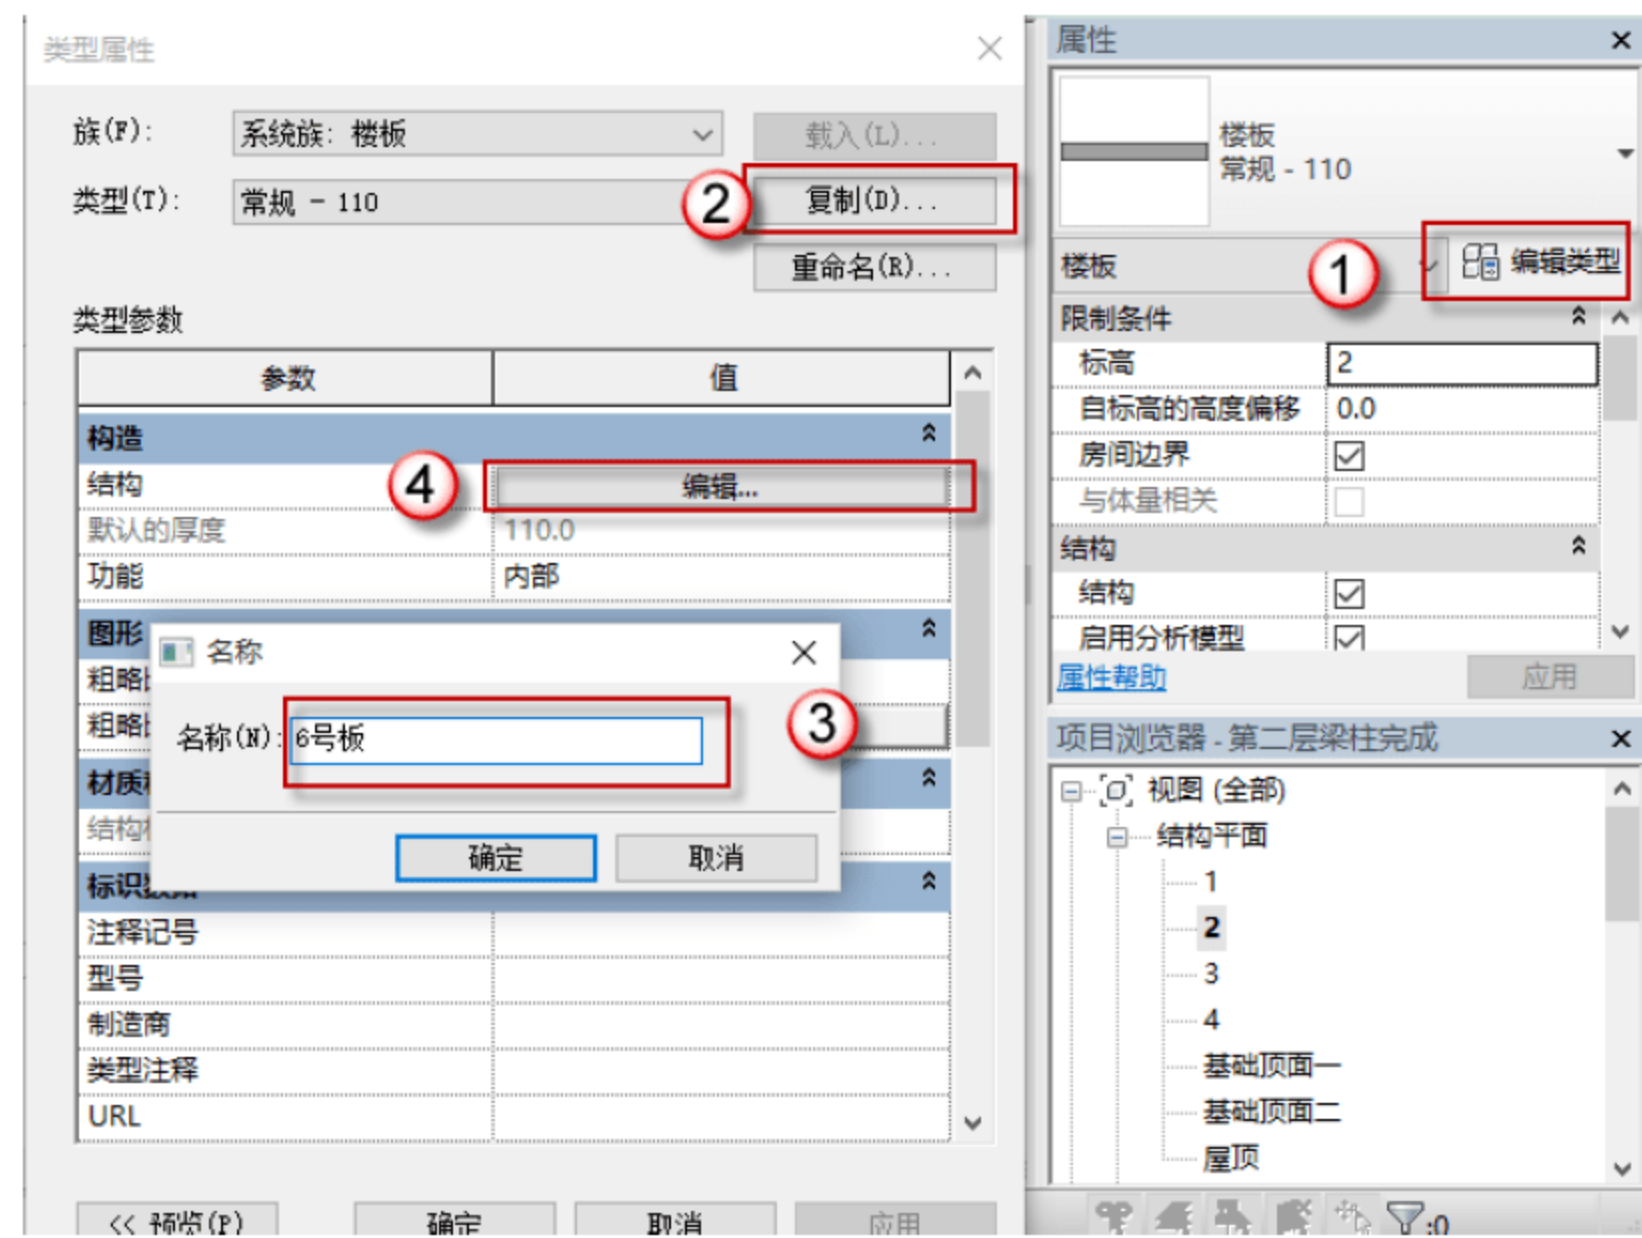

图 3.2.67 设置 6 号板参数
(13) 设置 6 号板参数，按快捷键 S+B，进入编辑模式，单击“编辑类型”按钮，在弹出的对话框中单击“复制”按钮，在弹出的对话框中命名板号，单击“确定”按钮。单击“编辑”按钮，设置参数，将板厚设置为 110，如图 3.2.67 所示。